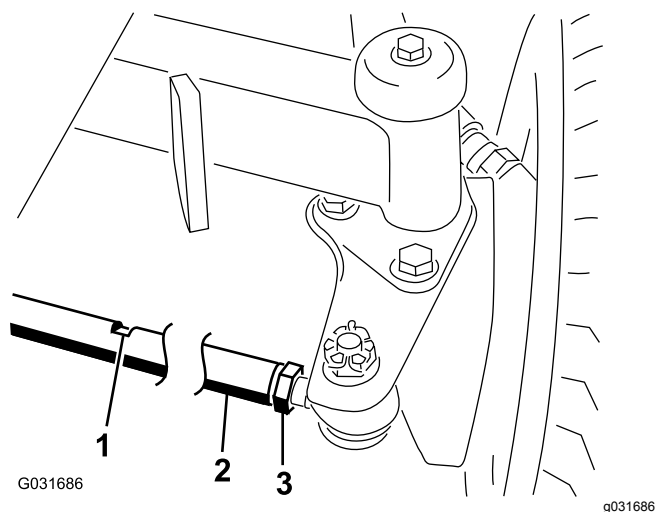

Figure 46
2. Desserrez l'écrou de blocage à chaque extrémité de la biellette (Figure 46).